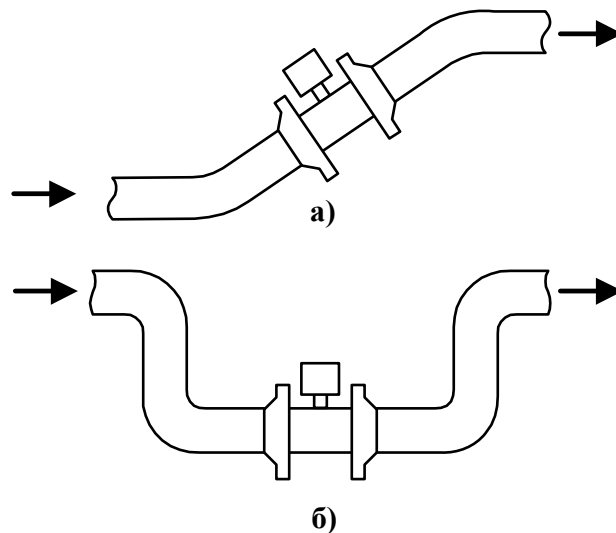

Рис. 1. Варианты места установки ЭМР.
- в месте установки в трубопроводе не должен скапливаться воздух - ПР не должен располагаться в самой высокой точке трубопровода, а также в трубопроводе с открытым концом; наиболее подходящее место для монтажа – нижний либо восходящий участок трубопровода (рис.1);